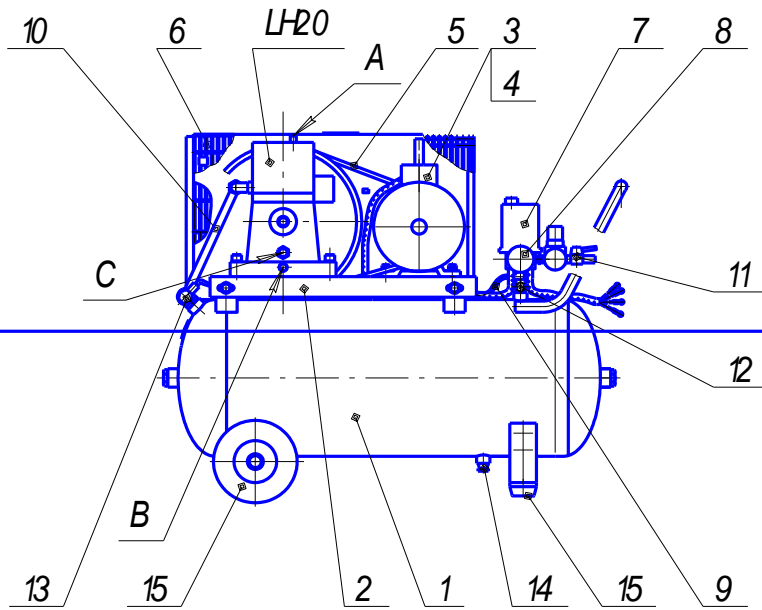

Рис. 1
2.5. Общий вид компрессора представлен на рис. 1, 2, схема электрическая принципиальная - на рис. 3.
**Примечание:** комплект колес и амортизаторов (поз. 15, см. рис. 1, 2) и детали их крепления упакованы отдельно.
5.1. Компрессор (рис.1, 2) состоит из следующих основных сборочных единиц и деталей: блока поршневого LN20, ресивера 1, платформы 2, электродвигателя 3 со шкивом 4, клиновых ремней 5, защитного ограждения 6, прессостата 7, манометра 8, воздухопровода сброса давления 9, нагнетательного воздухопровода 10, крана выпускного 11, клапана предохранительного 12, клапана обратного 13, крана слива конденсата 14, колес и амортизаторов 15.
Смазка трущихся поверхностей деталей блока поршневого осуществляется разбрызгиванием масла. Заливка масла в картер производится через отверстие в крышке блока цилиндров А (см. рис. 1, 2) после снятия сапуна, слив масла - через отверстие в днище картера, закрытое пробкой В. Уровень масла должен находиться в пределах красной метки смотрового стекла С.
Ресивер (воздухосборник) 1 (см. рис. 1, 2) служит для сбора сжатого воздуха, устранения пульсации давления, отделения конденсата и масла. Ресивер является также корпусом, на котором смонтированы узлы и детали компрессора.